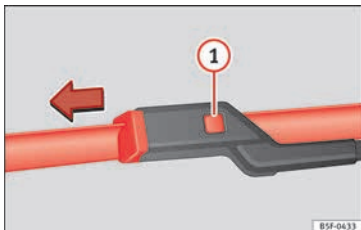

Abb. 62 Scheibenwischerblätter der Frontscheibe auswechseln.
- Entriegelungstaste »» Abb. 62  gedrückt halten und leicht das Scheibenwischerblatt in Pfeilrichtung abziehen.